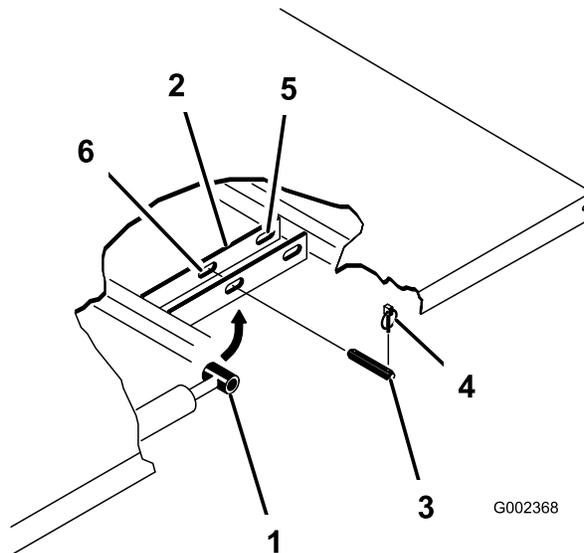

図 23
3. シリンダの外側端部からリンチピンを外す 図 23。
4. シリンダロッドの端部を荷台取り付けプレートのスロットに固定しているクレビスピンを内側に押し込んで外す (図 23)。
5. ピボットブラケットをフレームに固定しているリンチピンとクレビスピンを外す 図 23。